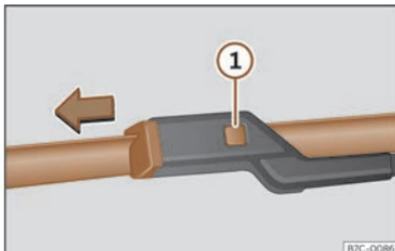

Fig. 184 Sostituzione delle spazzole dei tergicristalli.
- Mantenere premuto il tasto di sblocco >>> **fig. 184** ① tirando leggermente la spazzola nel senso della freccia.